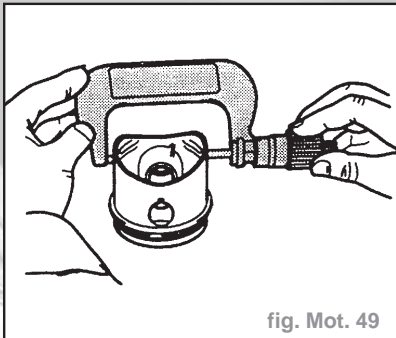

fig. Mot. 49
- Mesurer à environ **6 mm** du bord inférieur et suivant un diamètre décalé de **90°** par rapport à l'axe de piston (fig. Mot. 49). Différences par rapport à la cote nominale : **0,04 mm maxi**.